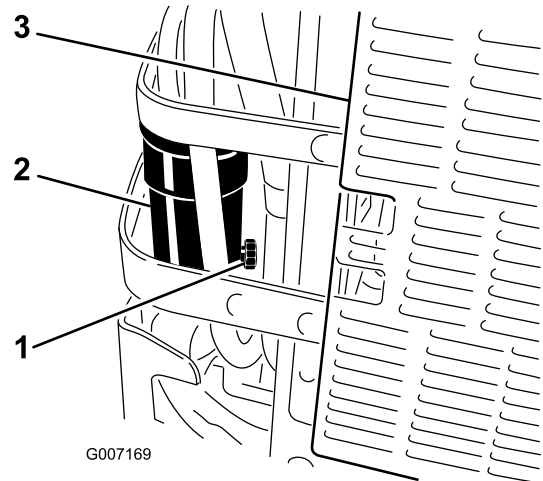

Figure 51
6. Desserrez le robinet de vidange du séparateur d'eau d'un tour environ pour vidanger l'eau et autres contaminants (Figure 51).
7. Fermez le robinet de vidange lorsque seul du gazole s'écoule (Figure 51).